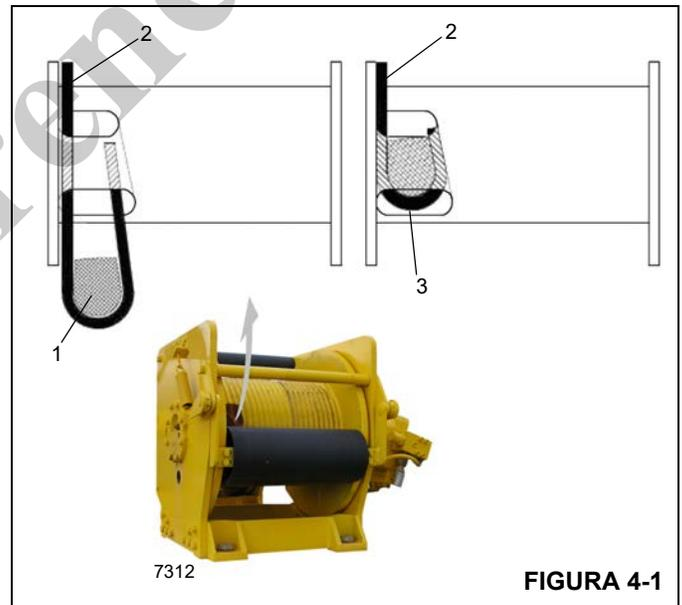

FIGURA 4-1
3. Inserte el cable a través de la ranura y colóquelo alrededor de la cuña de anclaje (1) (Figura 4-1).
NOTA: Si la cuña no se asienta firmemente en la ranura, golpee levemente la parte superior de la cuña con un martillo (3, Figura 4-1 y Figura 4-2).